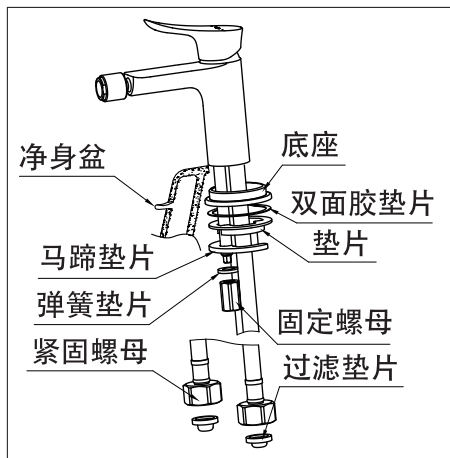

图1(水嘴主体的安装)
(1) 如图1所示，卸下本体下部的固定螺母、弹簧垫片、马蹄垫片。